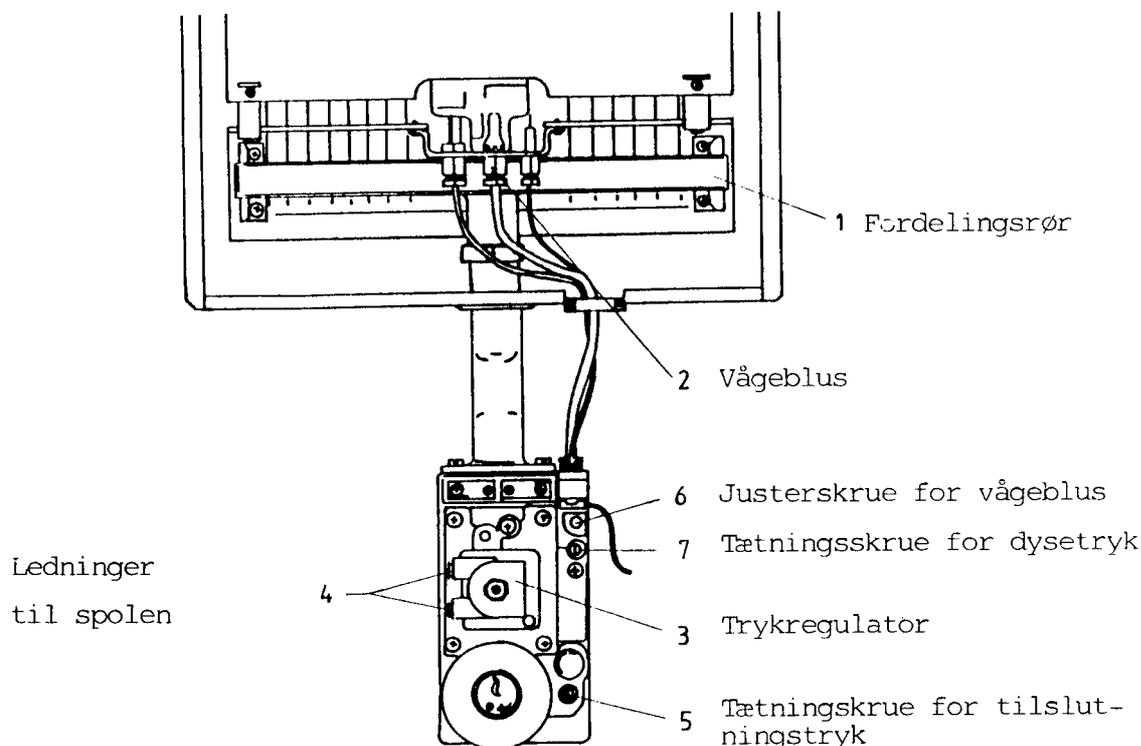

Fig. 14
4. Udskift trykreguleringsfjederen i trykregulatoren. Adskil hele magnetspolen undtagen selve trykregulatoren ved at starte med låsemøtrik o.s.v. (Se fig. 14 A). Monter ny trykreguleringsfjeder: F-gas fjeder er cylinerformet og N-gas fjeder er konisk.
5. Derefter samles magnetspolen til og med justerskrue for max. (Se fig. 14 A). Vent til senere med at montere justerskrue for min.
Derefter afmonteres ledning fra stikben 1 på termostat for brugsvand (Se fig. 15 for 900 A og fig. 16 for 900 B). Derefter drejes på justerskrue for max. (fig. 14 A) indtil følgende dysetryk og gasforbrug opnås:
Den afmonterede ledning monteres på stikben 1 A på termostat for brugsvand. Monter justerskrue for min. (fig. 14 A) med låsemøtrik. Derefter drejes på justerskrue for min. (fig. 14 A), indtil følgende dysetryk og gasforbrug opnås:
Fig. 14 a